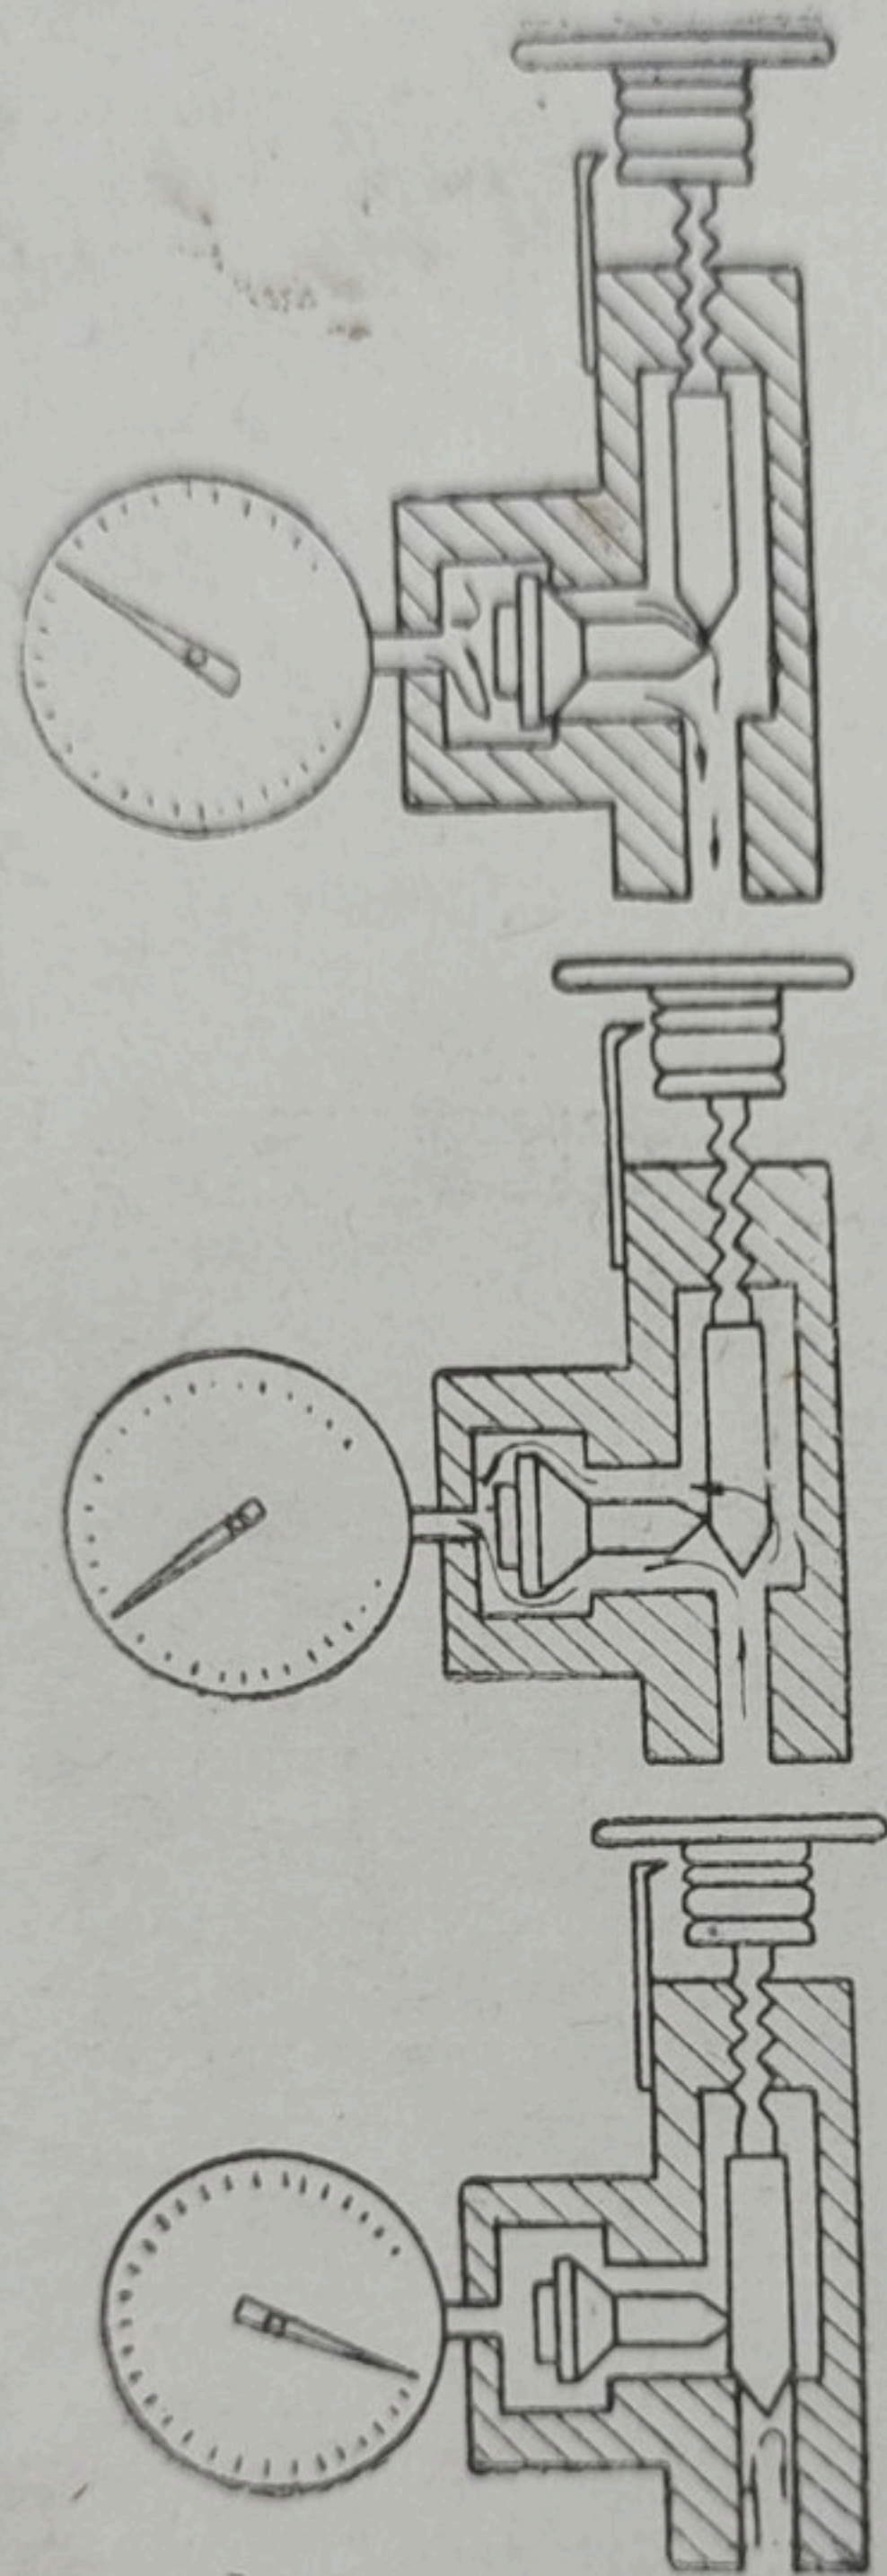

Рис. 3. Схема работы вентилей:
2. Установить запирающий винт вентиля манометра в положение —б» (рис. 3) (при испытании слабых образцов) или в положение «в» (при испытании крепких образцов — для предохранения манометра от резкого падения давления при внезапном разрушении образца).
6. Если запирающий винт вентиля был установлен в положение «в» (рис. 3) и, следовательно, манометр остался под давлением после разрушения образца, то его надо плавно разгрузить, вращая маховичок запирающего винта по часовой стрелке.